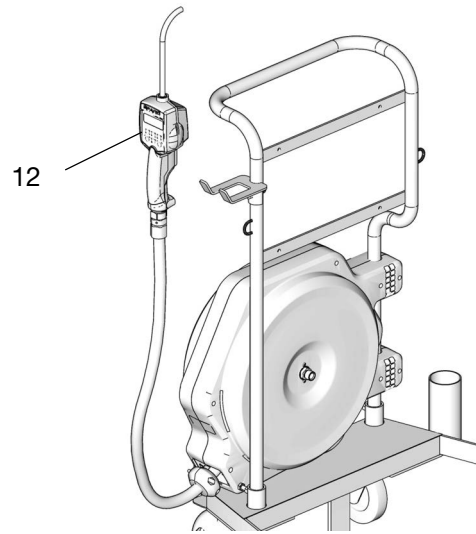

FIG. 33
5. Installare il dispositivo di erogazione (12) all'estremità del tubo flessibile e serrare il raccordo saldamente (FIG. 33).